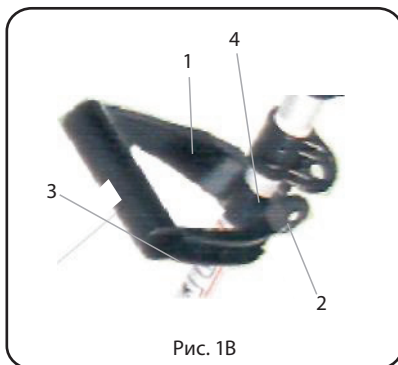

Рис. 1B
1. Для установки рукоятки на прибор возьмите следующие компоненты из набора поставки: рукоятка, крепление и винты (рис. 1B).